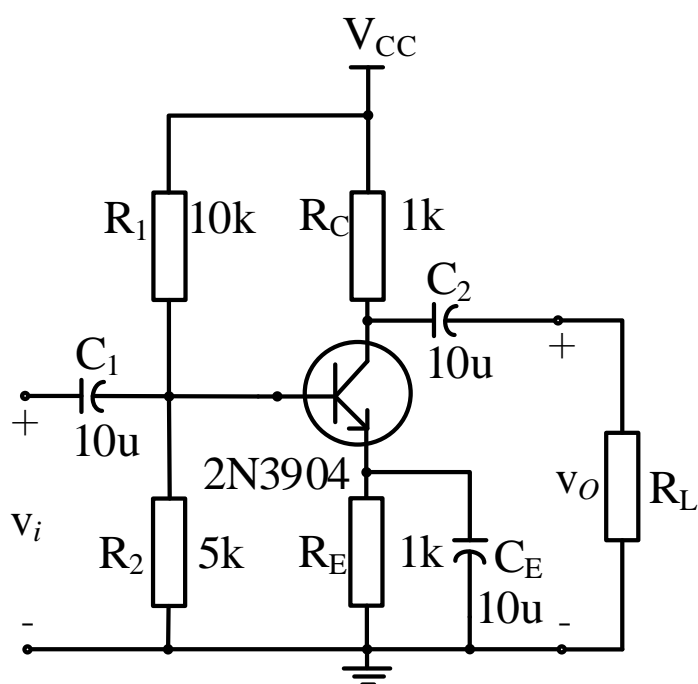

图 2
2、搭建图 2 所示电路。
3、用 LTspice 软件仿真图 2 所示电路。